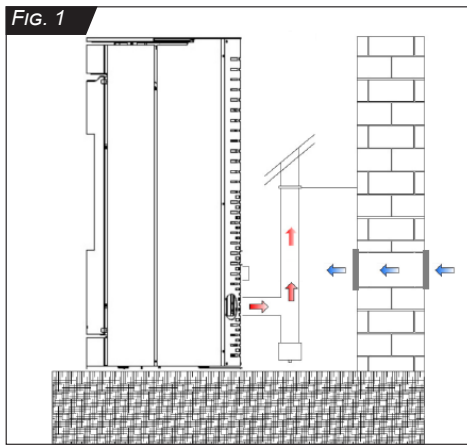

FIG. 1
Dans la FIG. 1 sont indiquées les distances de sécurité par rapport aux matériaux inflammables valables pour tous les types d'installation proposés :
Éviter autant que possible d'installer des sections de conduit de cheminée à l'horizontale ou non supérieures à 2 m de projection horizontale et avec une déclivité minimum non inférieure à 5%. La partie horizontale ne doit pas être reliée directement à la sortie du ventilateur fumées mais après la première partie verticale (6) de FIG. 1.
Pour les appareils où il faut atteindre des évacuations au plafond ou au mur non coaxiales par rapport à la sortie des fumées de l'appareil, les changements de direction doivent être réalisés en utilisant des coudes d'un angle non inférieur à 45° ou avec un coude de direction ne dépassant pas 90° de la verticale (voir FIG. 1).